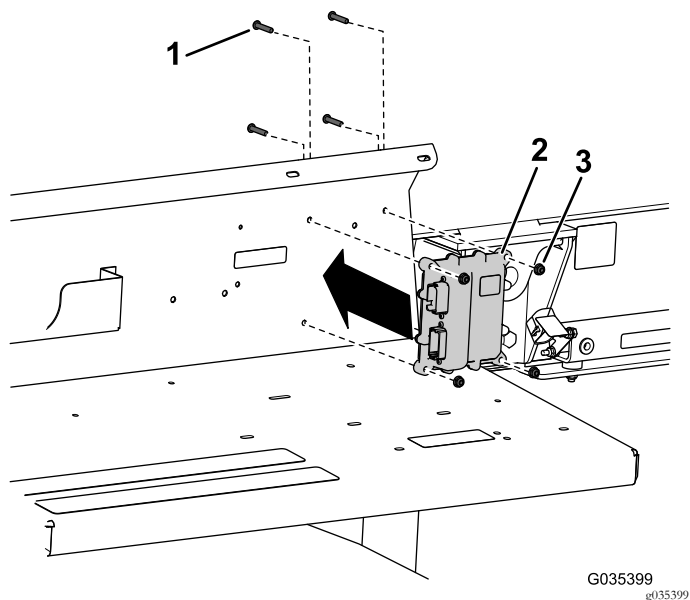

**Figura 5**
2. Montate il controller RF2CAN sulla protezione del paraurti con 4 viti a testa cilindrica ( $\frac{1}{4}$ " x  $1\frac{1}{4}$ ") e 4 dadi ( $\frac{1}{4}$ ") come illustrato nella Figura 5.
**Nota:** Assicuratevi di montare le viti nella direzione corretta; fate riferimento a Figura 5.